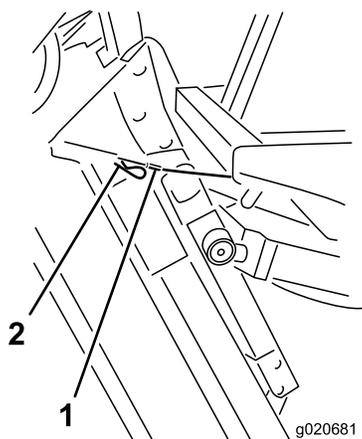

Figura 75
6. Mantenha a unidade na vertical, coloque a extremidade do cabo sobre o pino no braço de elevação da unidade de corte e fixe com o pino de segurança (Figura 75).